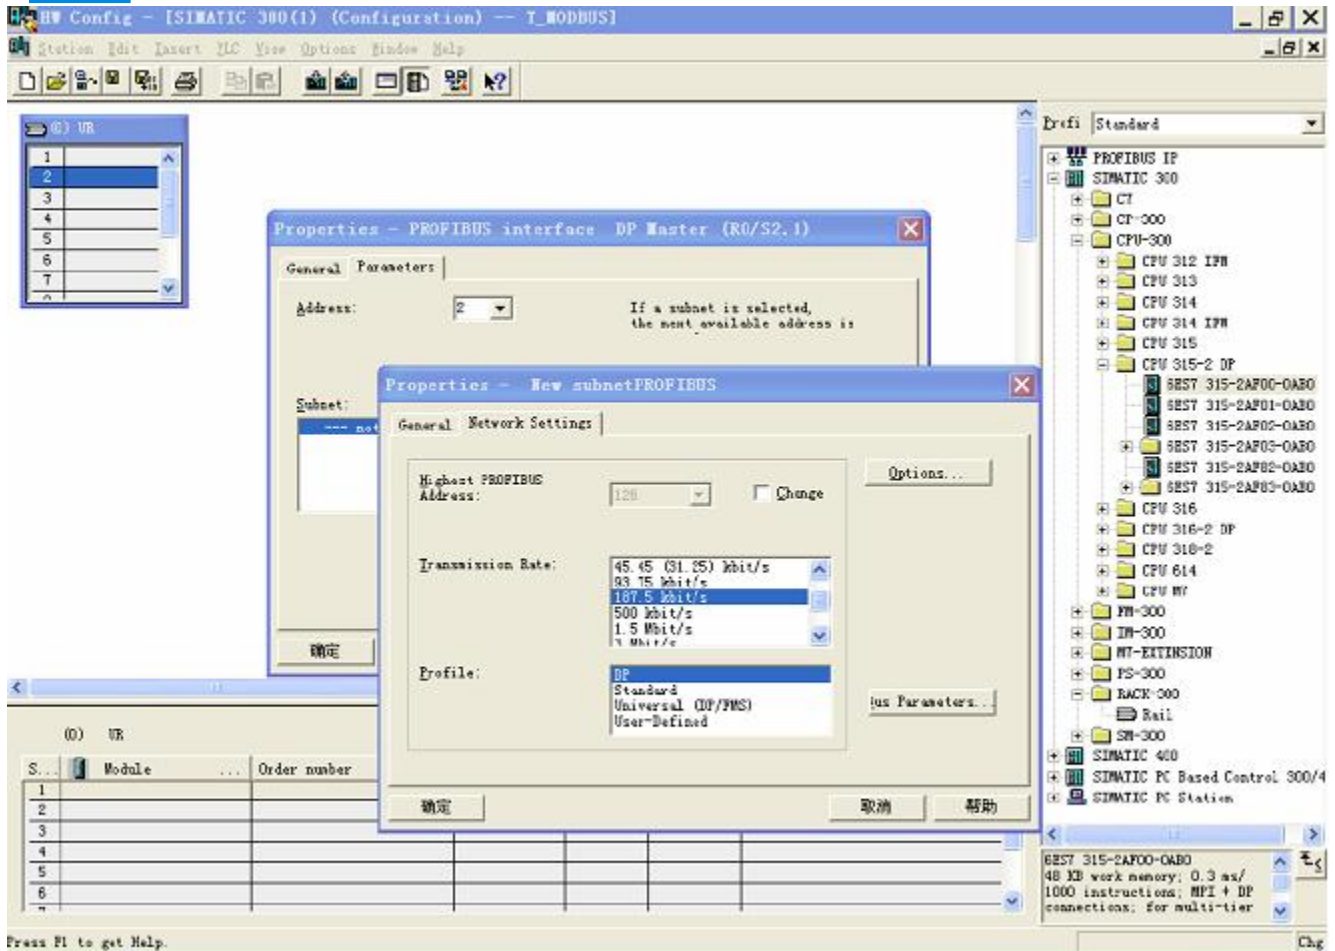

图 8
9. 创建 PROFIBUS DP 网络, 设置 PROFIBUS DP: New->Network settings, 选择 DP, 选择一个波特率如 187.5Kbps, 然后 “OK”. 双击它; 如图 8